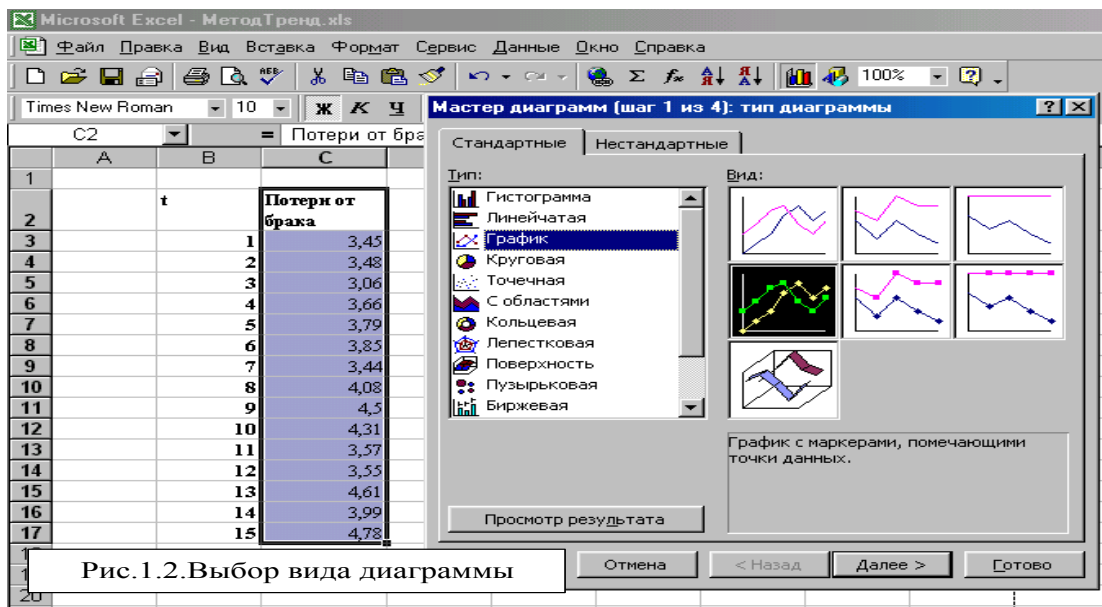

Рис.1.2.Выбор вида диаграммы
1.2. Для построения графика экономического процесса «Потери от брака» щелкнуть левой кнопкой мыши по значку *Мастера диаграмм*. Во вкладке *Стандартные* можно увидеть основные типы диаграмм. В данном случае во вкладке *Стандартные* выделен тип *График*, вид *График с маркерами* (Рис.1.2.)